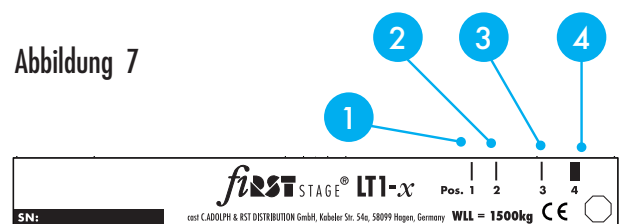

Abbildung 7
Zur einfacheren Montage sind an der LT1-x die Montagepunkte für die unterschiedlichen Traversengrößen (Pos. 1 ... Pos. 4) gekennzeichnet. (Abbildung 7)
Nachdem die Traversenschellen (1) im richtigen Abstand an dem Aluminium Quertäger (Abbildung 7) verschraubt sind, kann die LT1-x an der Traverse montiert werden. Die Traversenschellen (1) werden dazu um die Hauptrohre der Traverse gelegt und geschlossen. Die Haltemuttern M12 (6) der Traversenschellen (1) sind mit einem Anzugsmoment von 22 Nm anzuziehen und mit den Flügelmuttern (7) handfest zu kontern.